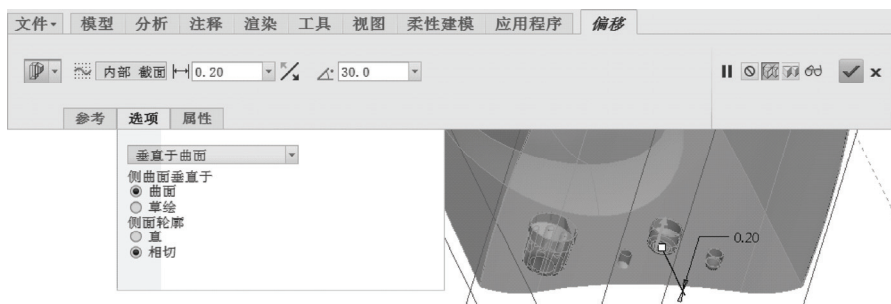

图 12-131 设置偏移选项及参数等
6) 打开“偏移”选项卡的“选项”面板, 从第一个下拉列表框中选择“垂直于曲面”选项, 设置“侧曲面垂直于”选项为“曲面”, “侧面轮廓”选项为“相切”, 接着输入偏移距离为“0.20”, 单击 (将偏移方向更改为其他侧) 按钮以形成凹陷形式的结构, 并在 组合框中输入“30.0”, 如图 12-131 所示。